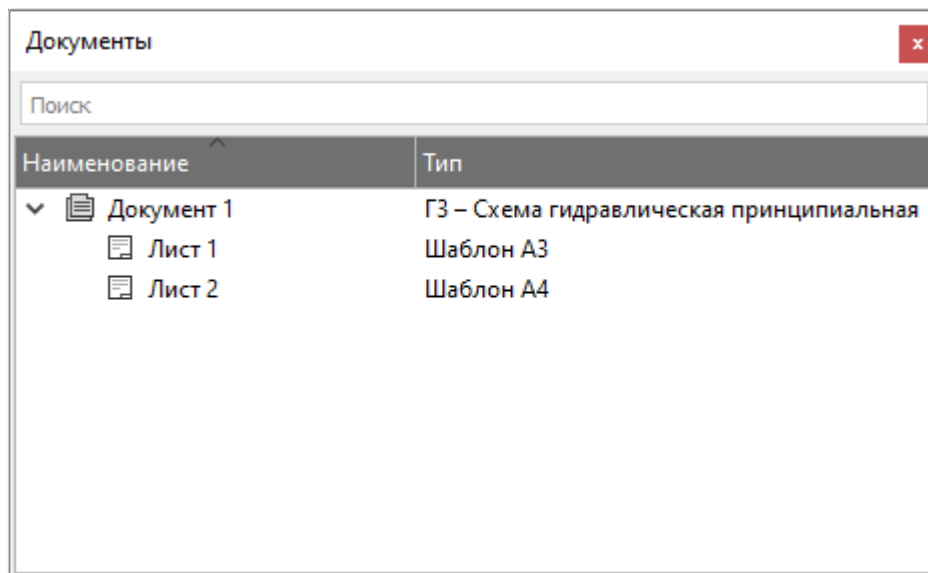

Рисунок 63. Плавающее окно «Документы»
- 15) Окно «Документы» отображает перечень и состав документов, созданных в проекте (см. рисунок 63).